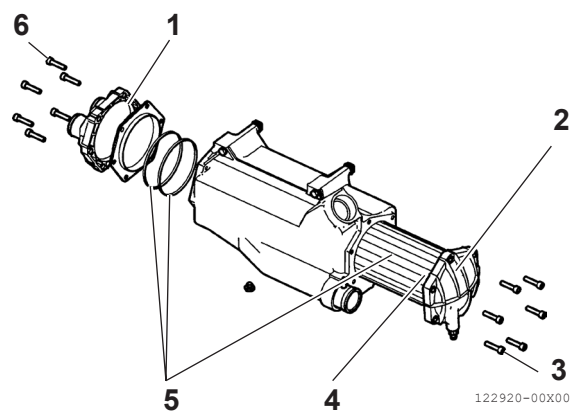

Figure 14
4. Retirez les caches (**Figure 14, (1)**) et (**Figure 14, (2)**) sur un établi ou dans un endroit approprié.
5. Extrayez le faisceau de tubes (**Figure 14, (4)**).
10. Remplacez tous les joints (**Figure 14, (5)**) pendant l'assemblage.
11. Serrez les vis (**Figure 14, (3)**) et (**Figure 14, (6)**) au couple spécifié.